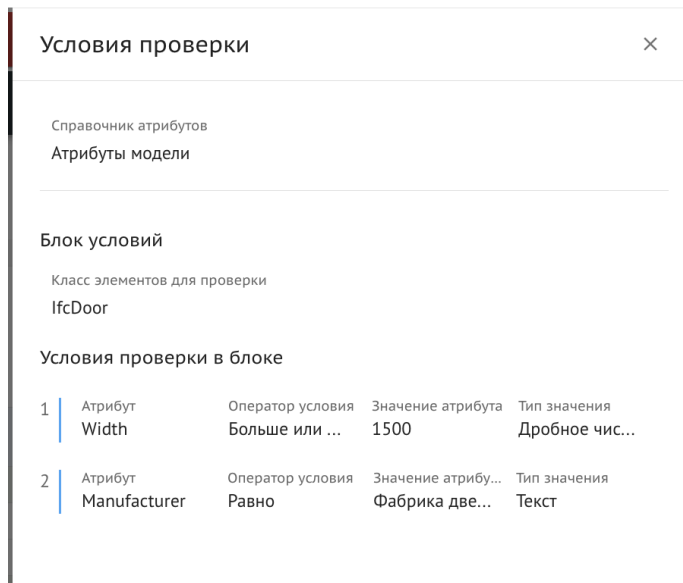

Рисунок 77. Условия проверки.
7) Нажать на кнопку “Условия проверки”. (Рисунок 77).